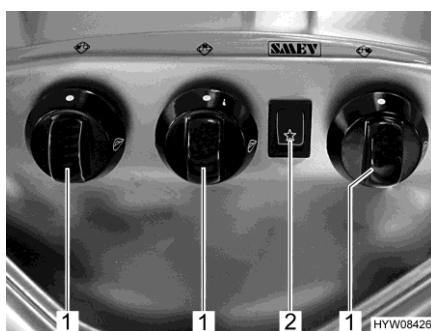

Bild 136 Reglage, knappar (gasspis)
- Vrid vridregulatorn (Bild 136,1) till önskad låga till tändningsläge (stor låga).
- Tryck på vippkontakten (Bild 136,2). Nu bildas tändgnistor vid brännaren.